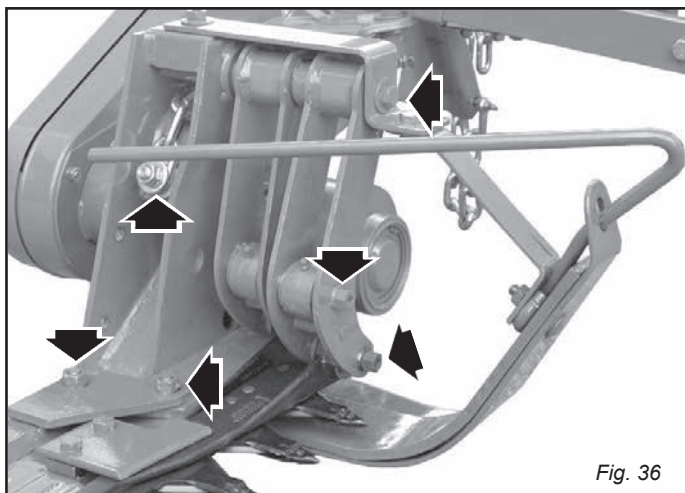

Fig. 36
- Während der ersten Betriebsstunden ist zu überprüfen, dass die Schrauben korrekt festgezogen sind (Abb. 36).
- Es muss häufig geprüft werden, ob die Spannhülsen am Pleuelwerk angezogen sind (Abb. 36).